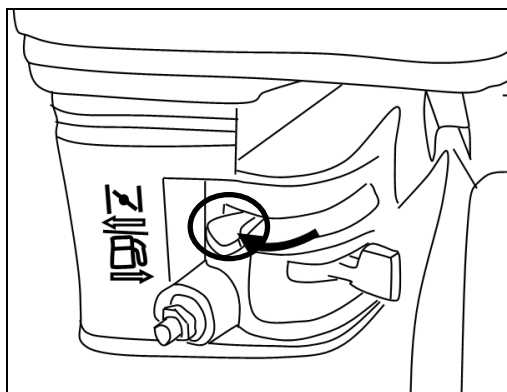

Fig.8
C. Spostare la leva comando aria nella posizione di chiuso (fig. 8)